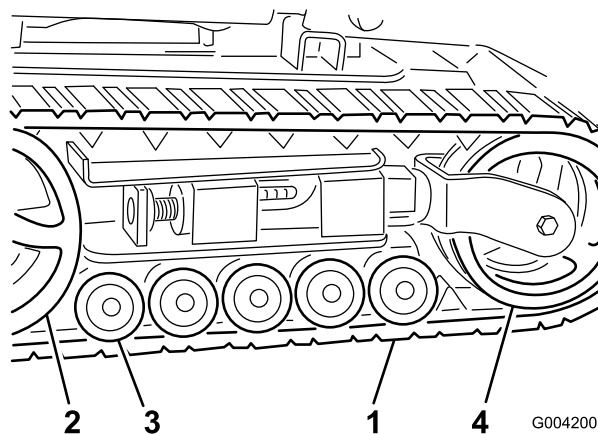

Рисунок 43
**Внимание:** Убедитесь в том, что вы полностью очистили опорные катки, натяжной каток, и ведущее колесо (Рисунок 43). Очищенные опорные катки должны свободно вращаться.